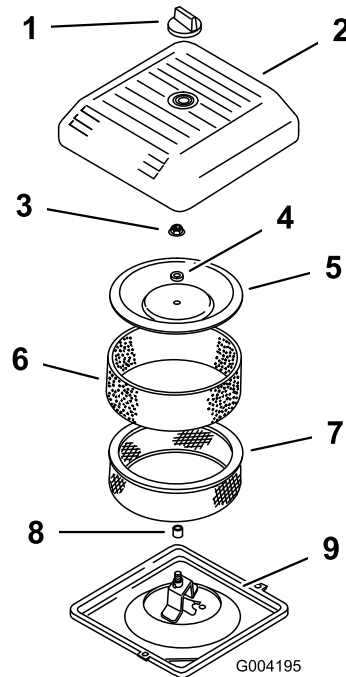

Figura 147
1. Deslice cuidadosamente el prefiltro de gomaespuma sobre el elemento de papel (Figura 147).